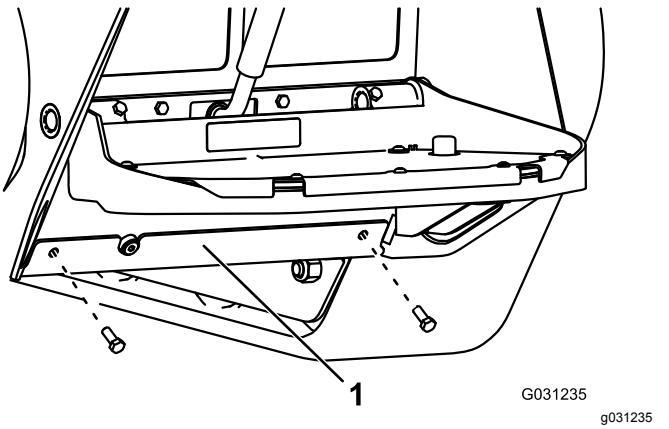

Bild 75
4. Entfernen Sie die zwei Schrauben, mit denen die untere Platte befestigt ist und entfernen Sie die untere Platte (Bild 75).
8. Montieren Sie die untere Platte (Bild 75).